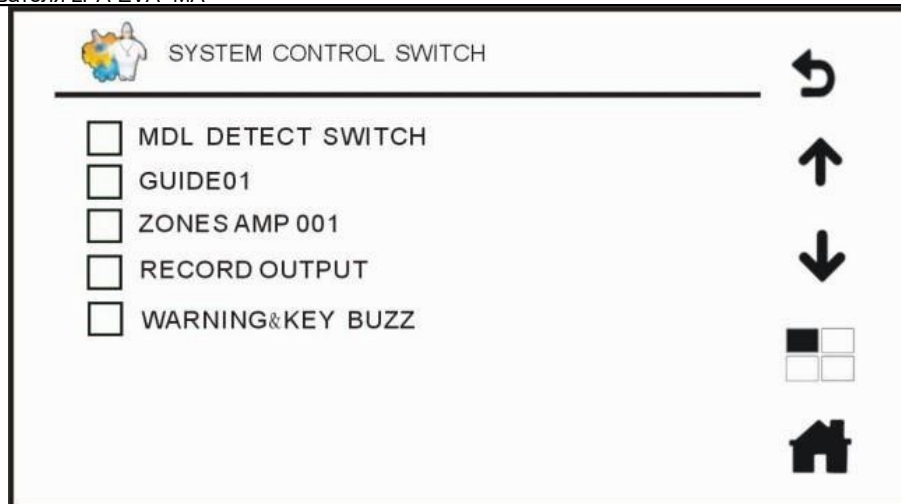

Рис. 4.28. Меню диагностики оборудования
- Если в меню **SETTINGS** (системные настройки), нажать кнопку подменю **SYSTEM DETECTION SWITCH**, то вы попадаете меню диагностики оборудования, показанное на Рис. 4.28. Установите флажок ☒ напротив выбранного в списке устройства, чтобы система LPA-EVA могла постоянно вести мониторинг его состояния во время работы. Снимите флажок ☐, и система не будет проверять состояние этого устройства, то есть, если устройство выходит из строя, система продолжит работать в обычном режиме.